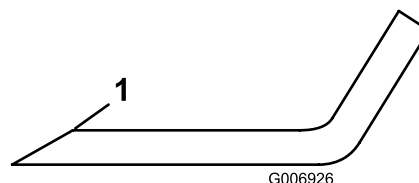

**Figure 61**
- Examinez les tranchants de toutes les lames. aiguiser-les s'ils sont émoussés ou ébréchés. N'affûtez que le haut du tranchant et conservez l'angle de coupe d'origine pour obtenir une coupe nette (Figure 61). Limez la même quantité de métal sur chacun des deux tranchants pour ne pas déséquilibrer la lame.